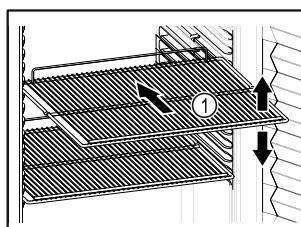

Fig. 60 Примерно изобра-
- ❑ Ако стелажите за съхранение Fig. 60 (1) могат да се местят, регулирайте ги според височината.